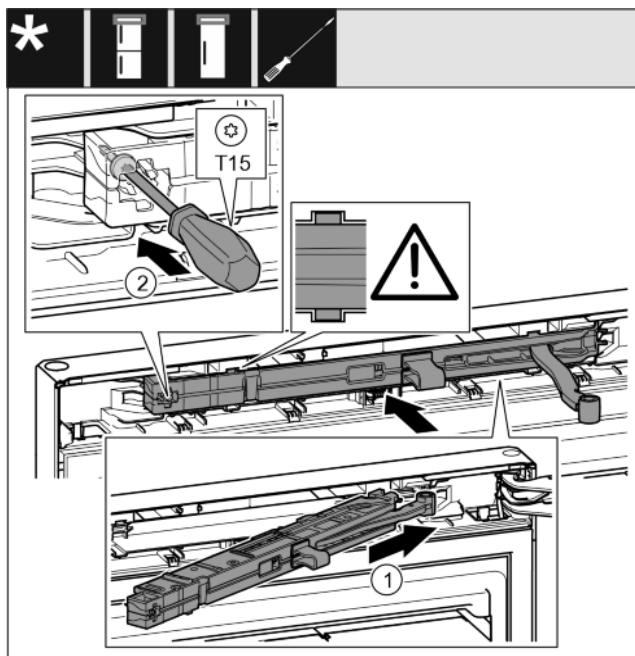

Fig. 38
- ▶ Enoto blažilnikov za zapiranje vrat na strani ležajnega podstavka potisnite v odprtino do prislonu. *Fig. 38 (1)*
- ▶ Trdno privijte vijak z izvijačem T15. *Fig. 38 (2)*